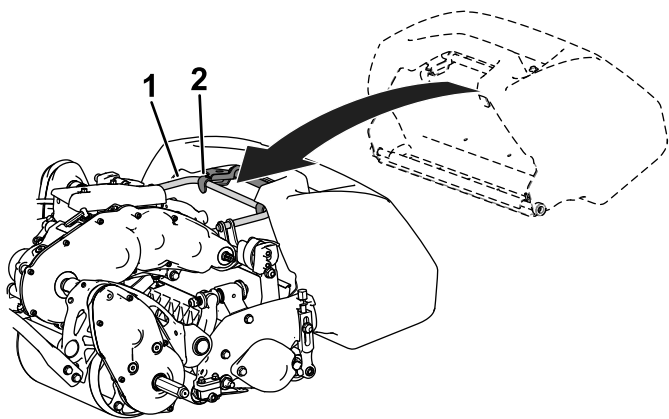

Figura 11
2. Ghidați buza coului între plăcile laterale ale unității de tăiere și peste rola frontală (Figura 11).
3. Montai cârligele pentru co peste inelul cadrului (Figura 11).